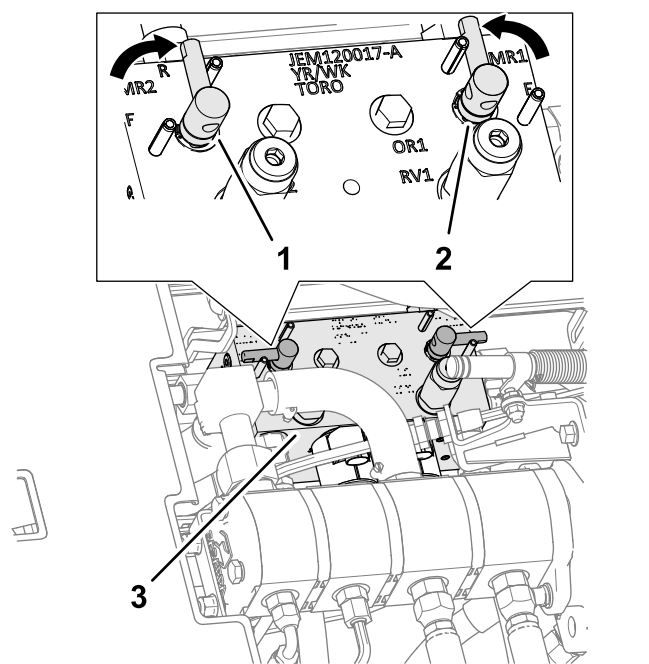

Figure 147
4. Déverrouillez et soulevez le siège pour exposer le collecteur des unités de coupe (Figure 147).
5. Tournez les leviers de rodage à la position R (rodage) (Figure 147).